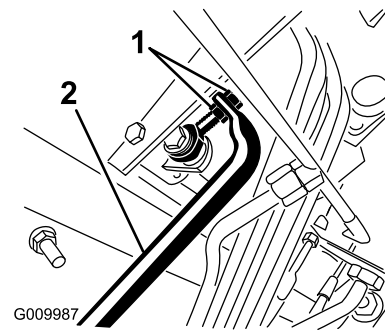

Figure 109
5. Ajustez les écrous de blocage à l'extrémité de la tige de la pompe pour avancer le tube de commande et éliminer le déplacement en marche avant, ou pour reculer le tube et éliminer le déplacement en marche arrière (Figure 109).